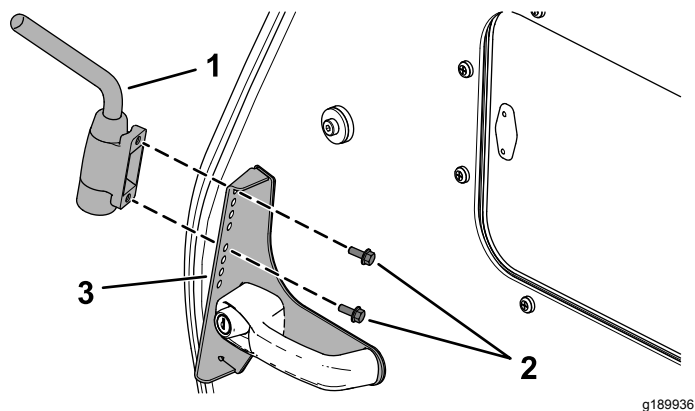

図 5
7. 図5のように、ミラーマウントの上穴にミラーアームを取り付けるウフランジヘッドねじ6 x 16mm2本を使用する。